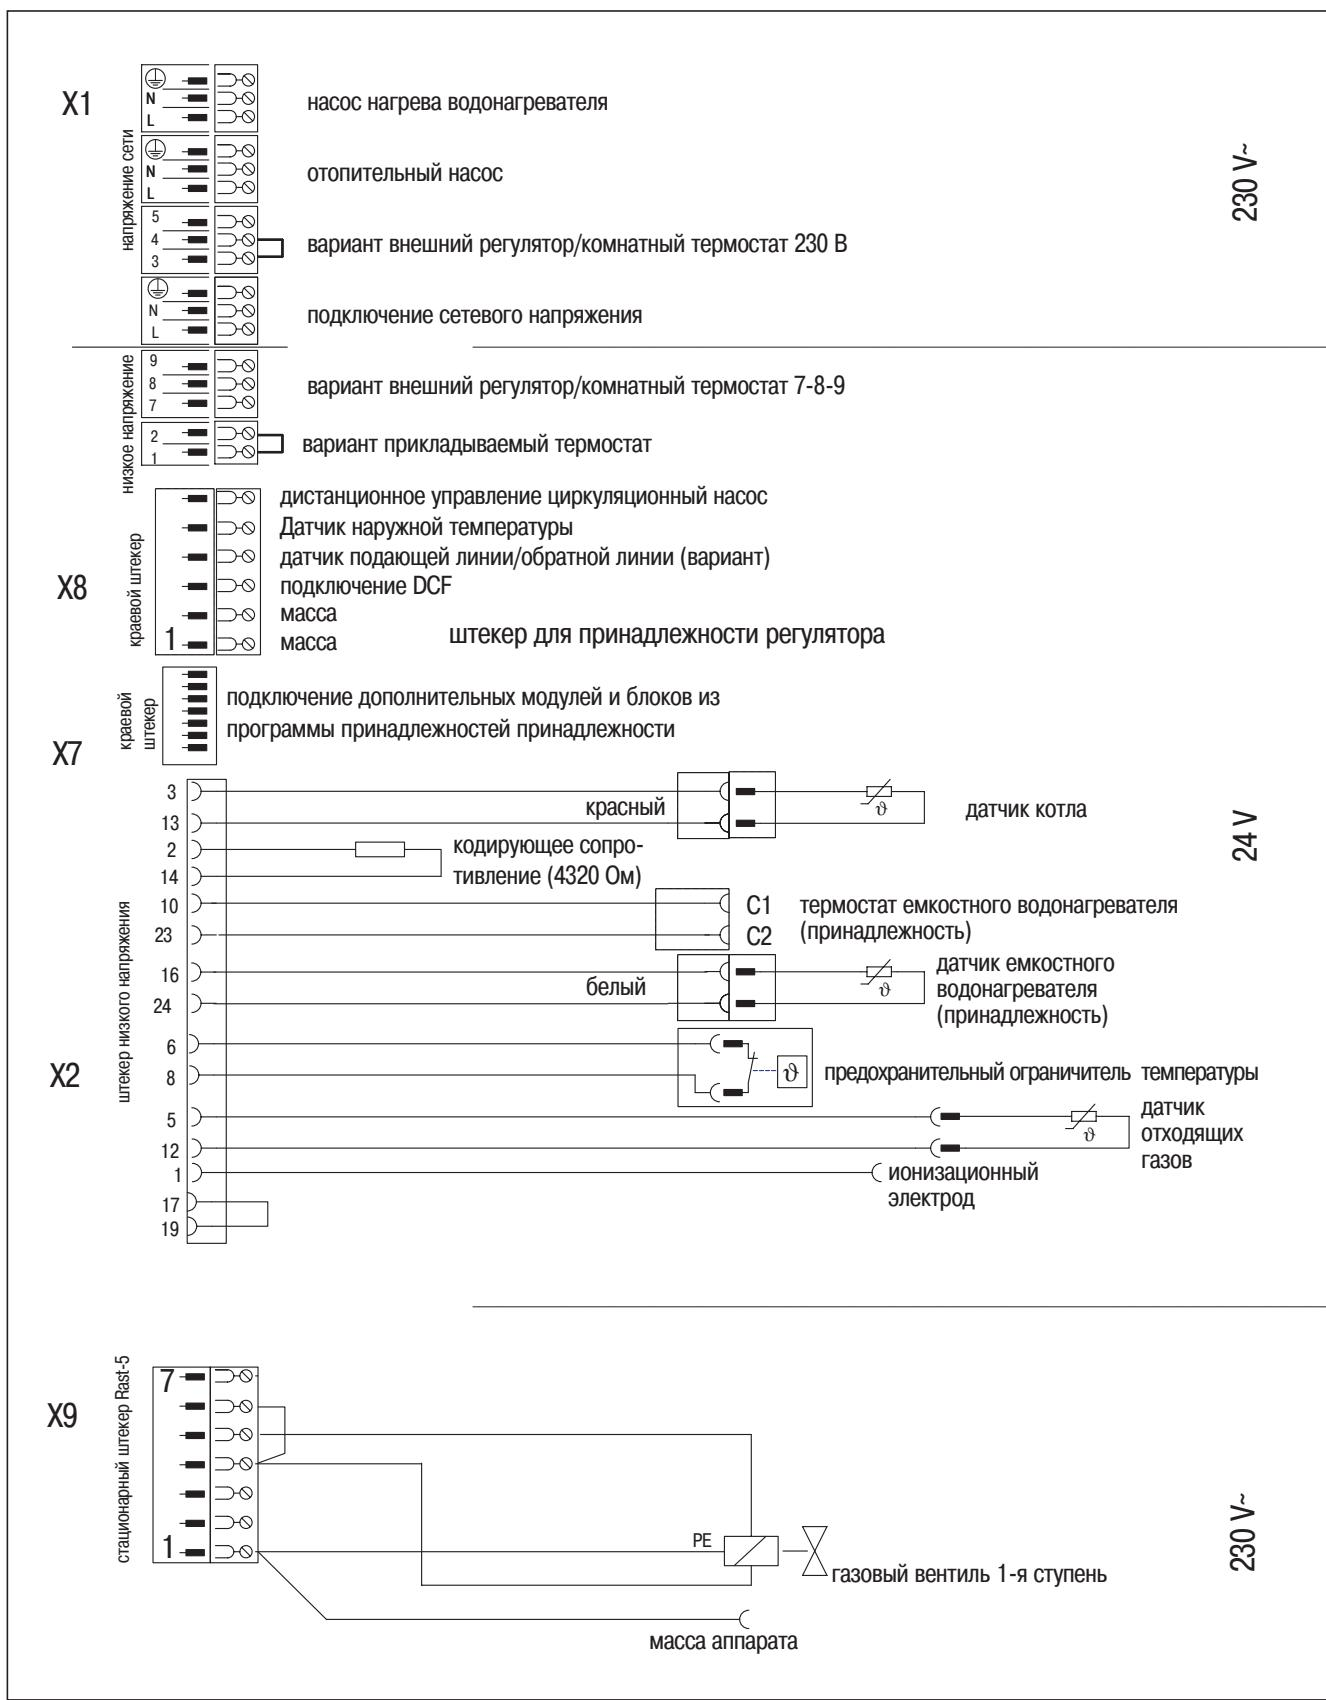

Рис. 4.5 Электрические соединения atmoVIT
- Подключите бесспотенциальные контакты предохранительного устройства по недостатку воды к штекеру "прикладываемый термостат" системы Pro E, а дымовую заслонку к дополнительному блоку (расположение клемм представлено на рис. 4.5).